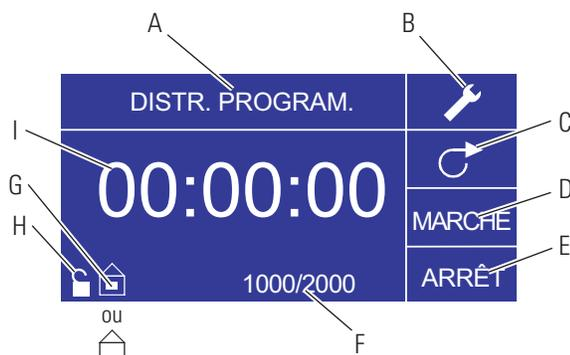

Figure 3-4. Écran Mode distribution programmée
- I. **Affichage de la durée :** Les chiffres du milieu indiquent la durée restante pour l'entraînement dans la Durée de marche ou Durée d'arrêt mise en surbrillance à droite de l'affichage (position D ou E, Figure 3-4).
6. **Réglage de la Durée de marche :** Pour régler la Durée de marche, utiliser le pavé directionnel et la touche ENTRÉE afin de sélectionner le champ MARCHE (voir position D, Figure 3-4). Cette procédure met le minuteur au centre de l'écran en surbrillance (voir position I, Figure 3-4). Appuyer à nouveau sur ENTRÉE pour que le minuteur puisse être réglé à l'aide des flèches VERS LE HAUT/VERS LE BAS. Passer d'un chiffre à l'autre à l'aide des flèches GAUCHE/DROITE. Après avoir sélectionné une Durée de marche optimale, appuyer de nouveau sur ENTRÉE pour valider. L'entraînement fonctionnera alors pendant la durée inscrite au centre de l'écran.
7. **Réglage de la Durée d'arrêt** : Pour régler la Durée d'arrêt, utiliser le pavé directionnel et la touche ENTRÉE afin de sélectionner le champ ARRÊT (voir position E, Figure 3-4). Cette procédure met le minuteur au centre de l'écran en surbrillance (voir position I, Figure 3-4). Appuyer à nouveau sur ENTRÉE pour que le minuteur puisse être réglé à l'aide des flèches VERS LE HAUT/VERS LE BAS. Passer d'un chiffre à l'autre à l'aide des flèches GAUCHE/DROITE. Après avoir sélectionné une Durée d'arrêt optimale, appuyer de nouveau sur ENTRÉE pour valider. L'entraînement s'arrêtera alors pour la durée inscrite au centre de l'écran. **REMARQUE** : Si la Durée d'arrêt est réglée sur 00:00:00, il est alors nécessaire d'appuyer sur la **touche MARCHE/ARRÊT** du pavé numérique ou du connecteur E/S à distance pour que l'entraînement commence la distribution suivante.
8. **Sélection de la taille du lot** : Avant de faire fonctionner l'entraînement pour les durées de MARCHE/ARRÊT sélectionnées, choisir une taille de lot pour l'opération. Pour cela, utiliser le pavé directionnel et la touche ENTRÉE afin de sélectionner l'icône LOT (voir position F, Figure 3-4). Sur l'écran Compte de lot, appuyer sur la touche ENTRÉE puis utiliser les flèches VERS LE HAUT/VERS LE BAS du pavé directionnel pour sélectionner une taille de lot. Passer d'un chiffre à l'autre à l'aide des flèches GAUCHE/DROITE. Appuyer sur ENTRÉE une fois de plus pour valider la taille du lot sélectionnée. Si le réglage indique zéro (0), l'entraînement fonctionne pendant un nombre infini de cycle et le symbole ∞ est affiché. Utiliser le pavé directionnel pour sélectionner QUIT. afin de revenir à l'écran de fonctionnement de la Distribution programmée.
10. **Réinitialisation du lot** : Pour réinitialiser un lot, utiliser le pavé directionnel et la touche ENTRÉE afin sélectionner l'icône LOT (voir position F, Figure 3-4). Sur l'écran Compte de lot, utiliser le pavé directionnel pour sélectionner RÉINITIAL. et appuyer sur la touche ENTRÉE pour réinitialiser le compte de lot, puis sélectionner QUIT. pour revenir à l'écran de fonctionnement principal du Mode distribution programmée.